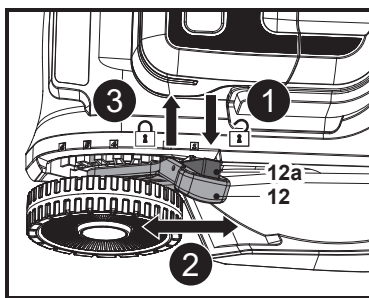

Fig. 12
1. Prima o botão de bloqueio (12a) e mantenha-o nessa posição (Fig. 12, passo 1).
2. Desloque a alavanca (12) para a frente ou para trás para ajustar a altura de corte (Fig. 12, passo 2).
3. Solte o botão de bloqueio (12a) e certifique-se de que a alavanca (12) engata corretamente na ranhura (Fig. 12, passo 3).